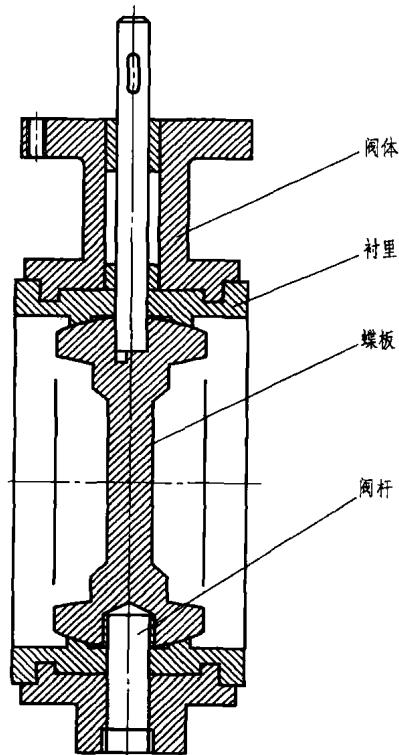

图 1-1 中线蝶阀
1. 中线蝶阀（见图1-1）
图1-1所示为典型的中线蝶阀，结构简单、制造方便、造价低廉、销量巨大。阀体和蝶板材料多为球墨铸铁，内衬为橡胶，大多数采用对夹式连接方式。阀杆可采用一整根长的，也可采用两根断开的，主要用在水管上，如果用在化工行业必须进行防腐处理，可在橡胶内壁涂一层厚0.5~1mm的四氟乙烯。四氟乙烯无弹性且易冷流，但其衬里的橡胶有较好的密封性能。